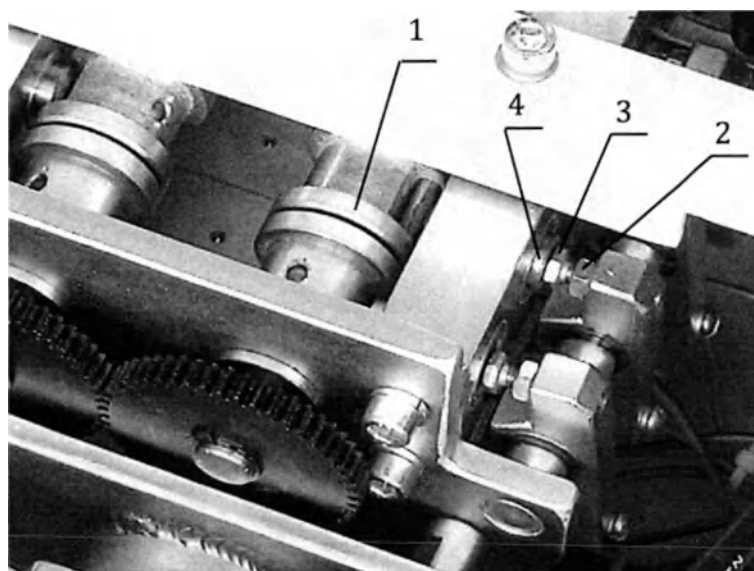

Рисунок 18. Регулировка клапанов гидрораспределителей.
- ☑ нажимая на педаль выбора движений, определите разрегулированный клапан гидрораспределителя. При этом один из кулачков 1 (Рисунок 18) распределительного вала должен нажимать плунжер 4, воздействующий через рычаг на разрегулированный клапан;